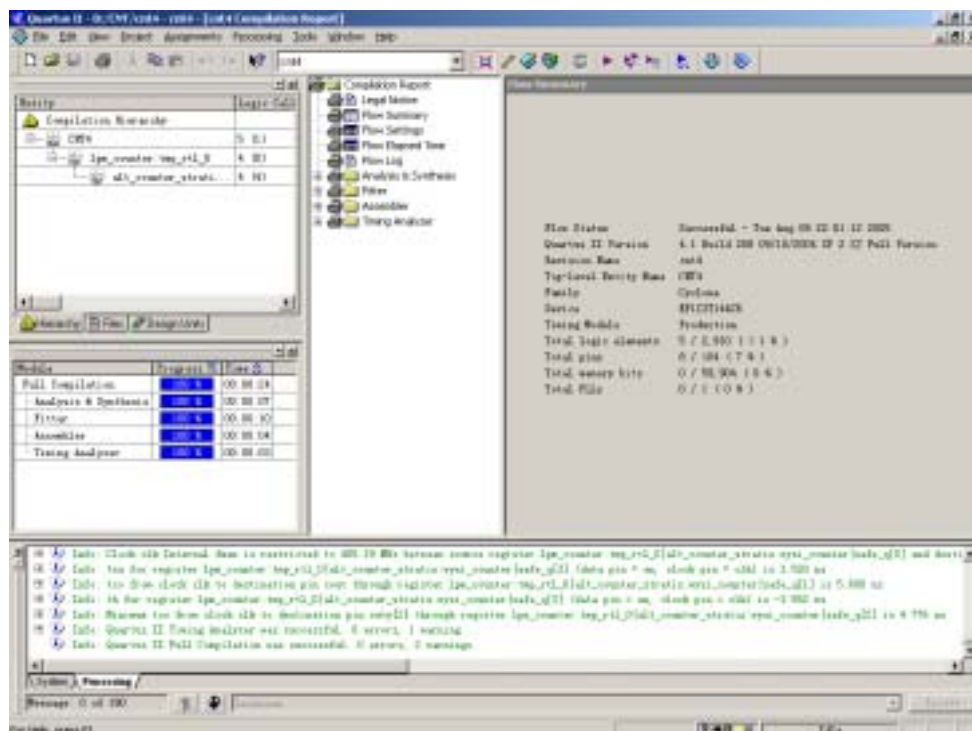

图 2-11 编译完成后的 QuartusII 管理窗界面
(1) 阅读编译报告。编译成功后可以见到如图 2-11 的界面。此界面左上角是工程管理窗；在此栏下是编译处理流程，包括数据网表建立、逻辑综合、适配、配置文件装配和时序分析；最下栏是编译处理信息；右栏是编译报告，可以通过 Processing 菜单下的 Compilation Report 查看。
(2) 了解工程的时序报告。点击图 2-11 中间一栏的 Timing Analyses 项左侧的“+”号，可以看到相关信息。
(3) 了解硬件资源应用情况。点击图 2-11 中间一栏的 Flow Summary 项，可以查看硬件耗用统计报告；点击图 2-11 中间一栏的 Fitter 项左侧的“+”号，选择 Floorplan View，可以查看此工程在 PLD 器件中逻辑单元的分布情况和使用情况。